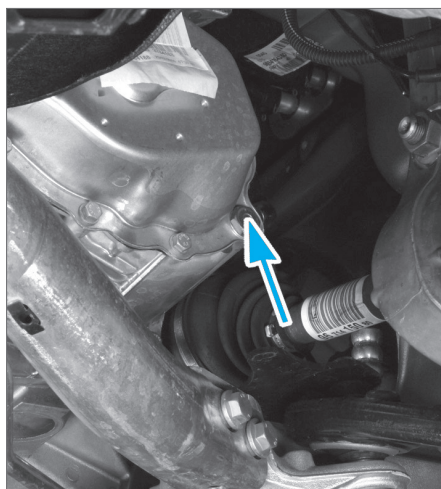

Fig. 2
- Déposer le bouchon de contrôle du niveau et du remplissage (Fig.2).